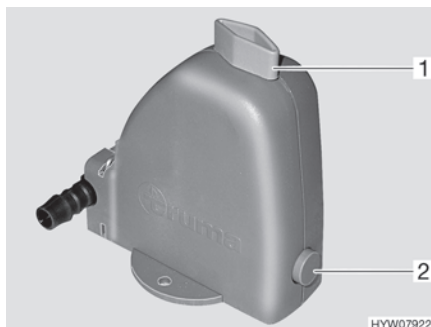

Fig. 96 Valve de sécurité et de vidange
Le chauffage est équipé d'une valve de sécurité et de vidange (Fig. 96). La valve de sécurité et de vidange évite que l'eau destinée à la préparation d'eau chaude ne gèle lorsqu'en cas de gèle, le chauffage n'est pas en marche.
- Fermer la valve de sécurité et de vidange. Tourner pour cela le bouton rotatif (Fig. 96,1) dans le sens transversal par rapport à la valve de sécurité et de vidange et enfoncer le bouton-poussoir (Fig. 96,2).
- Ouvrir la valve de sécurité et de vidange. Tourner le bouton rotatif (Fig. 96,1) dans le sens longitudinal par rapport à la valve de sécurité et de vidange. Le bouton-poussoir (Fig. 96,2) ressort. Le récipient d'eau sanitaire est vidé via la valve de sécurité et de vidange.